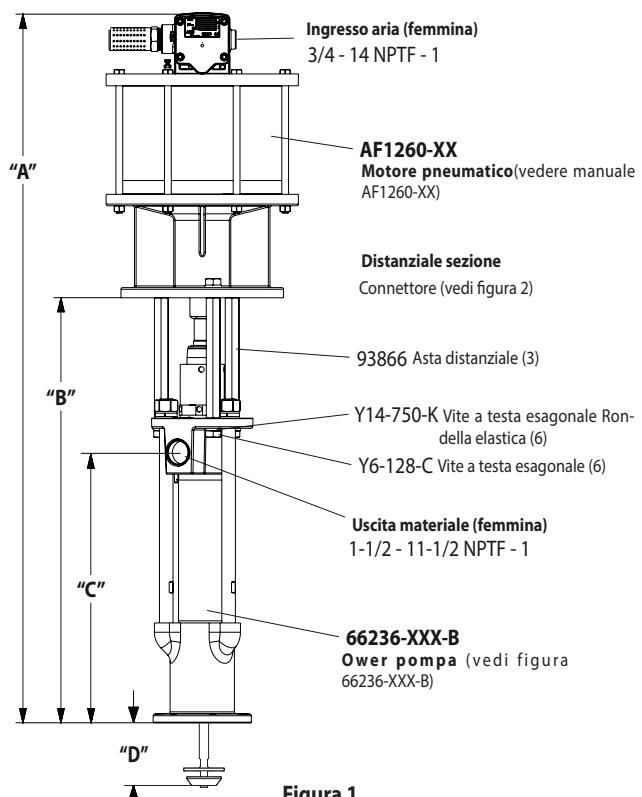

Figura 1
- Rimuovere le tre viti (Y6-128-C) e serratura (Y14-750-K) Ron-delle da tre (93866) aste distanziali (vedi figura 1).